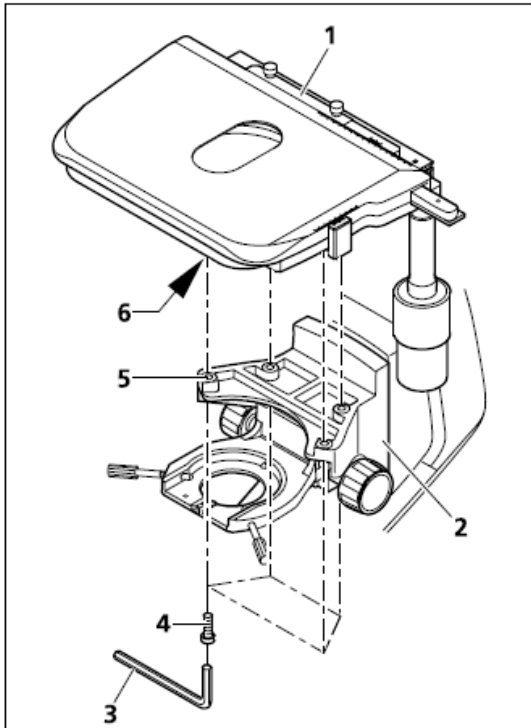

图. 3-10 安装机械载物台
- I 使用 3mm 螺丝刀(图 3-10/3)卸下载物台支架(图 3-10/2)下的 4 颗螺丝(图 3-10/4)
- I 从载物台支架上拿下载物台(图 3-10/1)
- I 将载物台(3-10/1)放置在载物台支架上(3-10/2),并将载物台底部的螺丝孔(图 3-10/6)对准载物台支架上螺丝孔(图 3-10/5)
- I 从载物台支架下的螺丝孔中向上插入 4 颗紧固螺丝(图 3-10/4),并固定紧